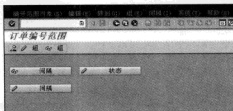
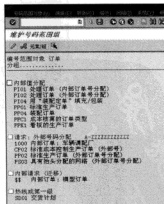

图 5-127 “订单编号范围”界面
图 5-129 维护编号范围组
STEP ① 在命令栏输入 SPRO 命令，通过菜单选择“控制→内部订单→主数据→定义订单编码”选项，或者直接输入“KONK”命令，弹出“订单编号范围”界面，如图 5-127 所示。
STEP 3 在图中可以维护订单编号范围的起始号和终止号。事实上，也可以通过维护号码范围组的方式进行范围的划定。在图 5-127 中单击“组”按钮，即可按照范围组维护号码，如图 5-129 所示。